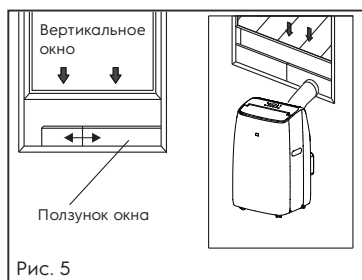

Рис. 5
4. Присоедините выход шланга к комплекту оконных ползунков и уплотните его. (Рис.5 и 6).